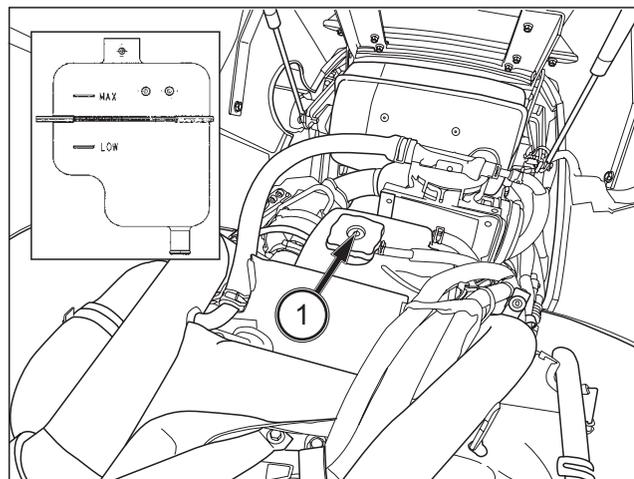

FIG. 154
**FIG. 154** : Le radiateur comporte un vase d'expansion (1) pour garder constant le niveau du liquide de refroidissement dans le radiateur. Contrôlez le niveau du liquide de refroidissement du vase d'expansion lors de l'inspection quotidienne.